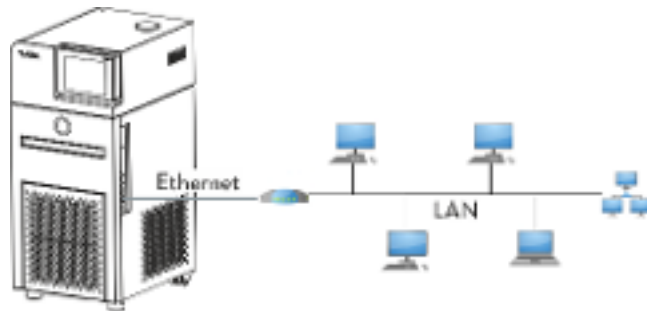
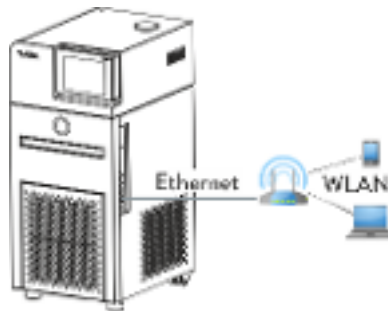

Fig. 13: Conexión a través de LAN
Fig. 15: Conexión a través de WLAN
En la Fig. 13 se representa la conexión del equipo de termostato con un puesto de mando/PC a través de una red LAN.
En la Fig. 15 se representa una conexión directa entre el puesto de mando/PC y el equipo de termorregulación de LAUDA a través de una WLAN. En este caso, el router WLAN se debe configurar como un punto de acceso. Para conocer cómo se debe configurar el router WLAN es preciso consultar el manual del router.
- Para conexiones como las que se representan en la Fig. 14 y en la Fig. 15 se pueden usar routers WLAN convencionales. Estos deben contar con la función de conexión necesaria y satisfacer los requisitos vigentes en el país en que se hagan funcionar. No obstante, para llevar a cabo una conexión como la representada en la Fig. 14, LAUDA recomienda utilizar un router WLAN de tipo industrial.
17. Conecte la interfaz Ethernet del equipo de termorregulación tal como se muestra desde la Fig. 13 hasta la Fig. 15. Utilice un cable Ethernet convencional (cable patch).
8. Conecte la interfaz Ethernet del equipo de termorregulación tal como se muestra desde la Fig. 13 hasta la Fig. 15. Utilice un cable Ethernet convencional (cable patch).